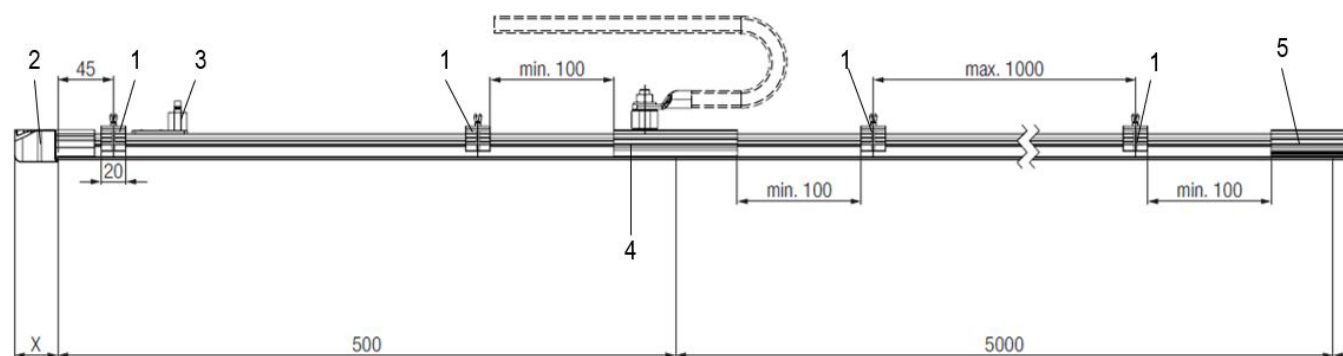

Abb. 39: Minimale und maximale Abstände der Schienenhalter
- Haltekonstruktion (Unterkonstruktion) für die Schienenhalter entsprechend Abb. 39. Der Durchmesser „X“ ist abhängig von der Befestigung des Universal-Schienenhalters.